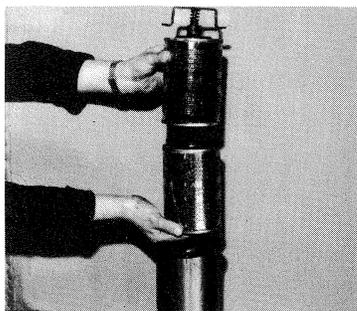

fig. 46
- démonter les éléments filtrants (2) de la partie inférieure du boîtier (fig. 46) et les remplacer par des nouveaux.